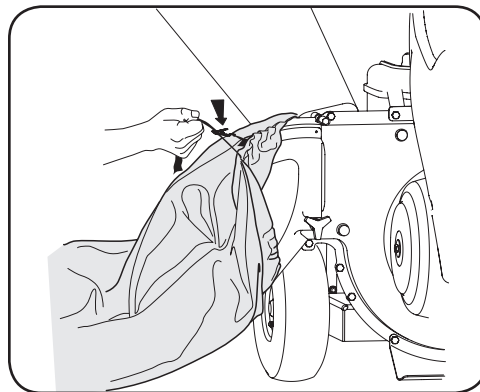

Figura 3-2
2. Oprima la hebilla de seguridad para soltar la tira de extracción de la bolsa antes de soltarla del deflector del canal. Vea la Figura 3-2.